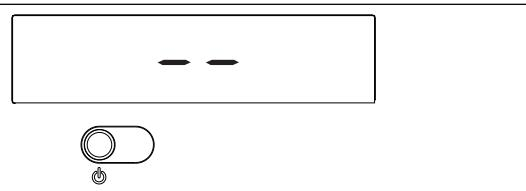
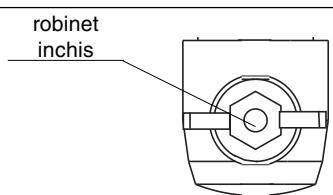

Fig. 17
Fig. 25
- ⚠️** Centrala porneste in modul in care a functionat inainte de oprire: daca centrala a functionat in modul iarna comfort in momentul opririi, aceasta va porni din nou in modul iarna comfort; daca centrala a fost in modul OFF, pe ecran vor fi afisate doua linii (fig. 17). Apasati butonul pentru a activa centrala.
Pentru perioade scurte de timp, apasati butonul pentru a opri centrala. Pe ecran, in zona centrala, vor fi afisate doua linii (fig. 17). Atunci cand centrala ramane alimentata si robinetul de gaz este deschis, aceasta este protejata de urmatoarele sisteme:
Pentru perioade lungi de timp, apasati butonul pentru a opri centrala (fig. 17). Pe ecran, in zona centrala, vor fi afisate doua linii. Inchideti intrerupatorul principal. Inchideti robinetul de gaz situat sub centrala, rotindu-l in sensul acelor de ceas (fig. 25).